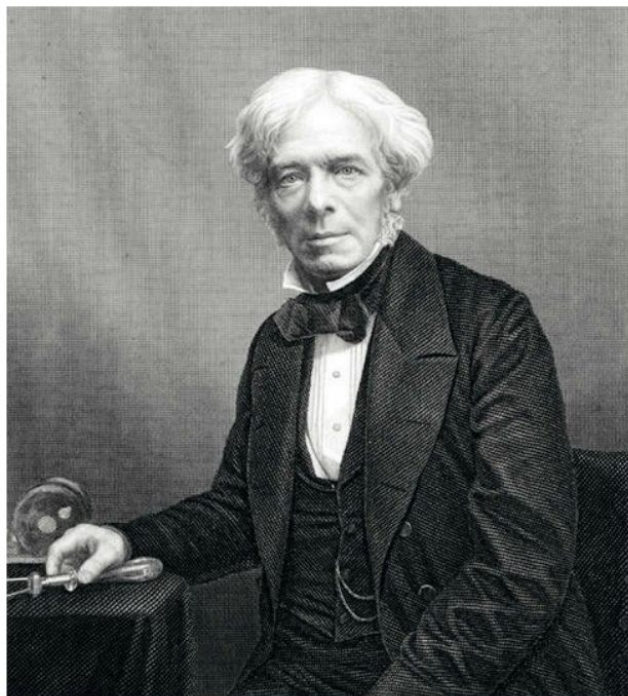

Figure 2-78. Michael Faraday, à la mémoire de qui le farad fut adopté.
Michael Faraday (figure 2-78) était chimiste et physicien anglais et vécut de 1791 à 1867. Il a donné son nom à l'unité de mesure de la capacité électrique : le farad (F).